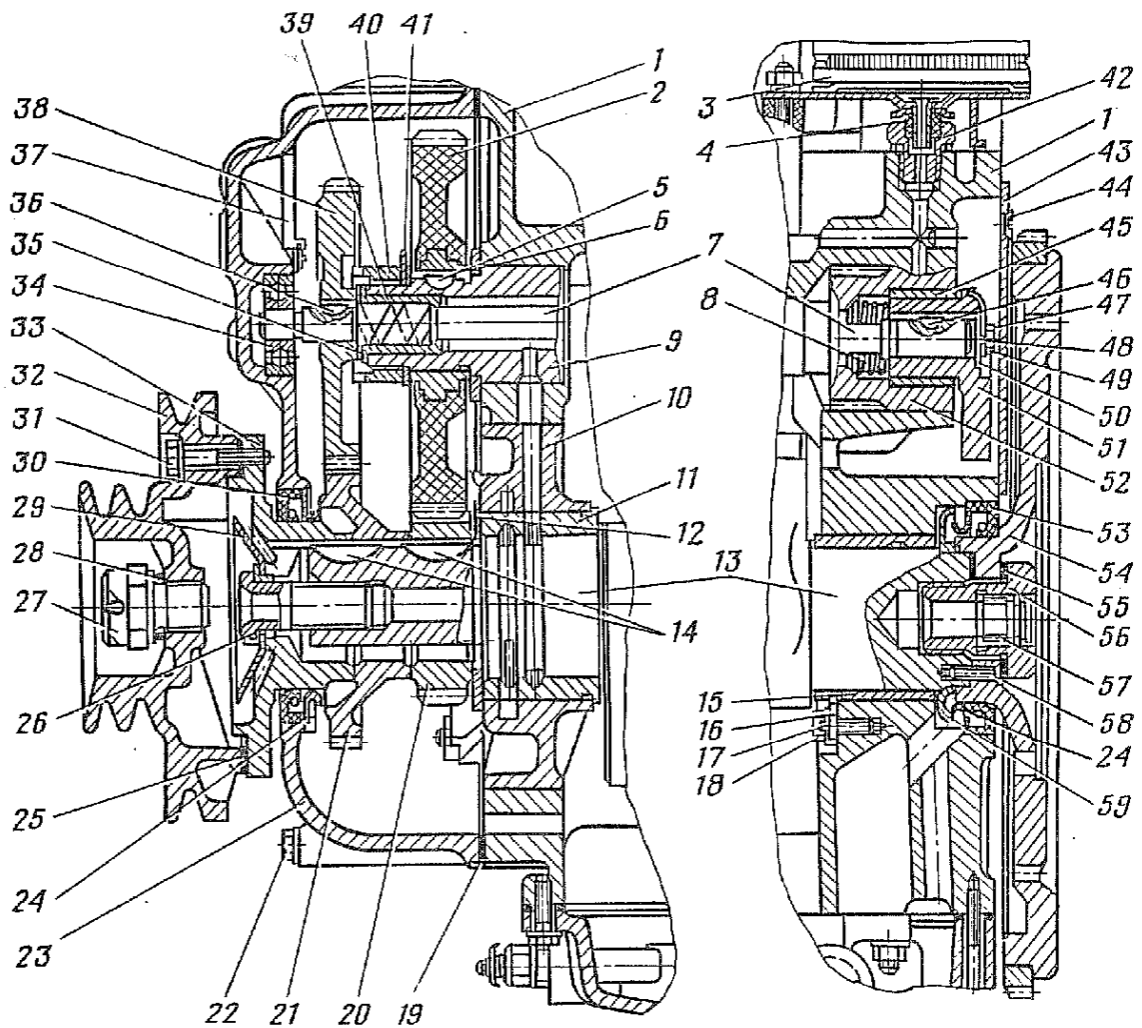

Рис. 29. Привод распределительного вала и балансирного механизма, задний коренной подшипник:
1.12. Отвернуть винты 44 (рис. 29) крепления крышки балансирующего вала, снять крышку 43 и прокладку крышки (отвертка 200×1,0).
3.1. Установить упорный фланец 6 (рис. 29) на картер 1 двигателя и закрепить болтами с пружинными шайбами (головка 10, вороток).
3.4. Установить на распределительный вал пружинную шайбу 41 (рис. 29) и навернуть приводной кулачок 40 топливного насоса (ключ специальный торцовый).
3.10. Установить на балансирный вал 7 (рис. 29) со стороны маховика пружину 8, шпонку 46 и напрессовать противовес 51 (наставка медная, молоток 500 г).